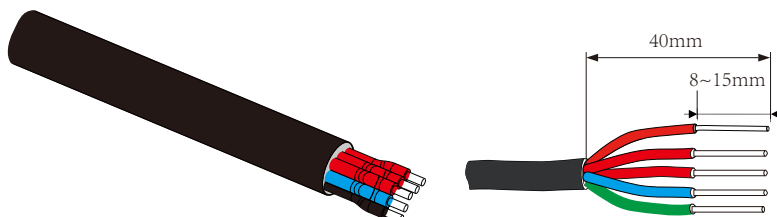

Figura 5.8 Desencapar o cabo CA
Passo 2: Desencape a capa de proteção e a camada de isolamento do cabo CA no comprimento correto, conforme mostrado na Figura 5.8.